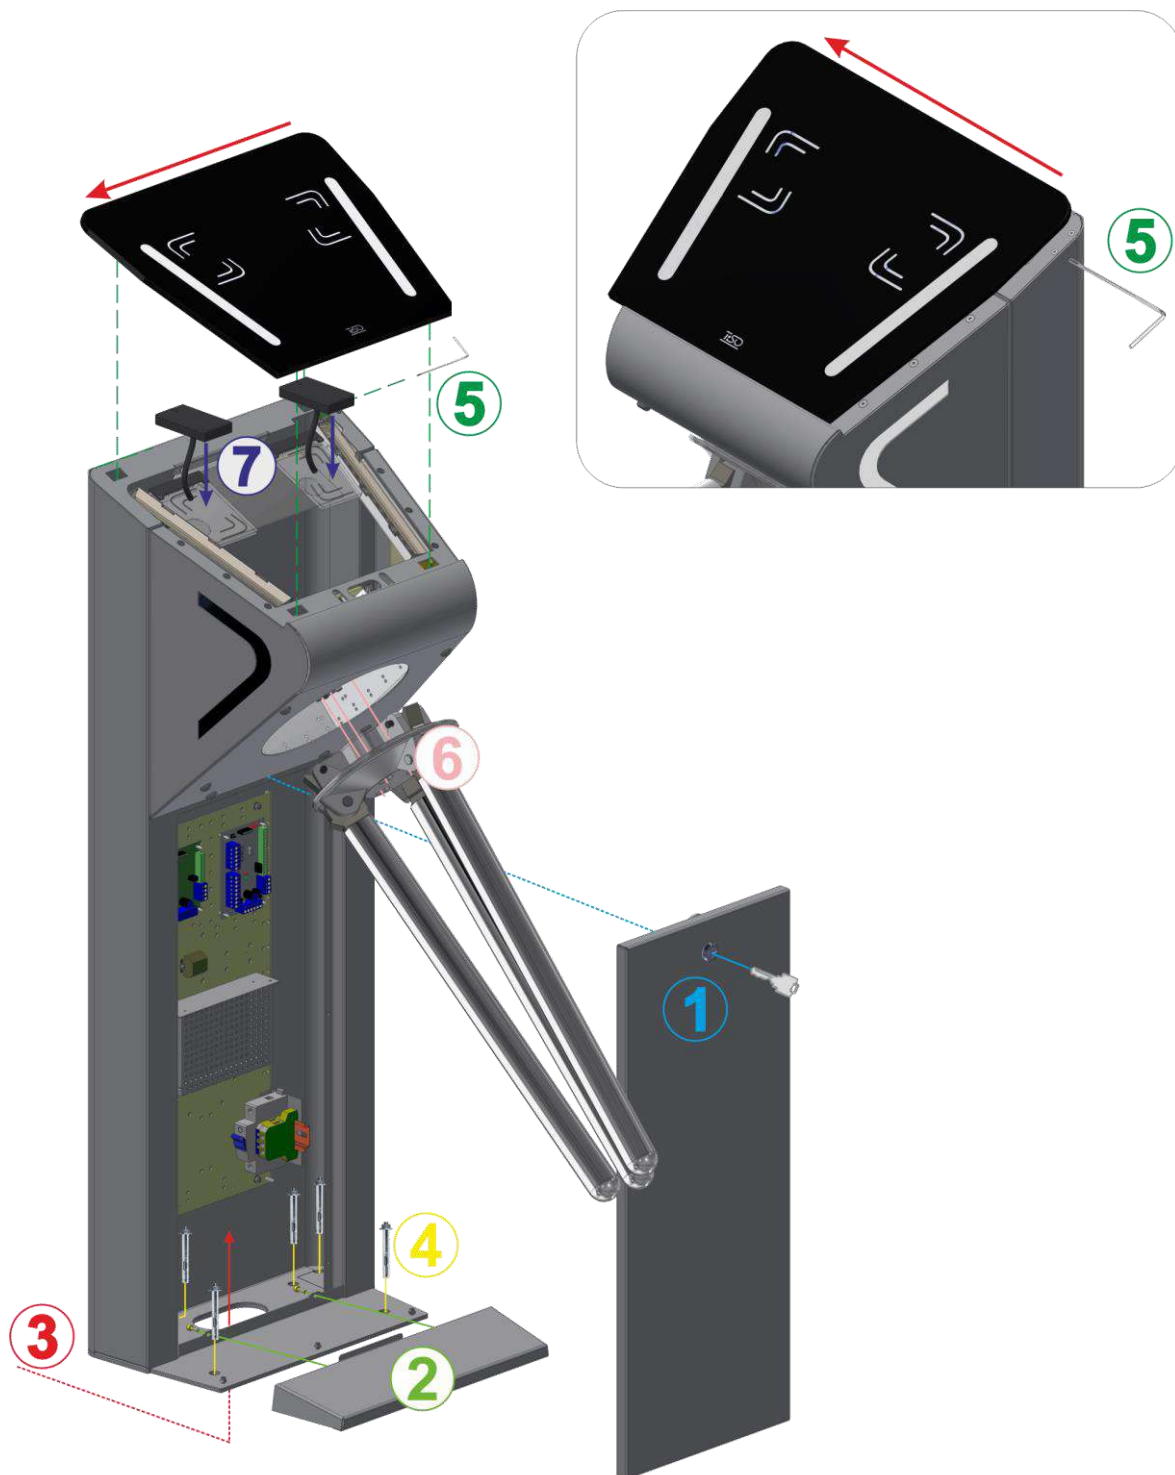

Рис. 15 – Загальний вид збірки турнікету-трипода «Онух-S»
8) Для доступу до кріпильних та технологічних отворів основи та клемних колодок турнікета-трипода «ONYX-S» необхідно (Рис.15):